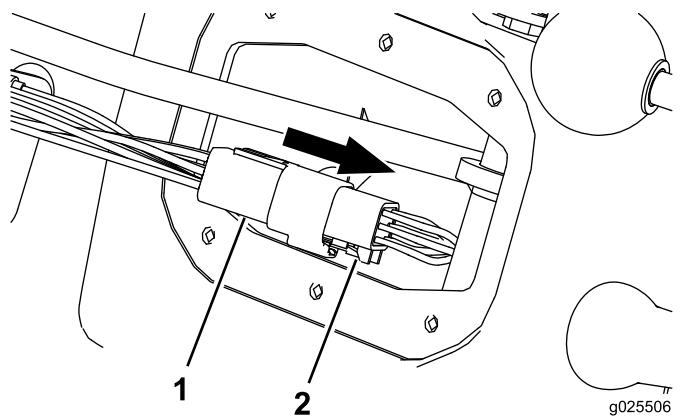

図 12
- 車両用ハーネスからシフトインジケータ用のコネクタを外す図 12。